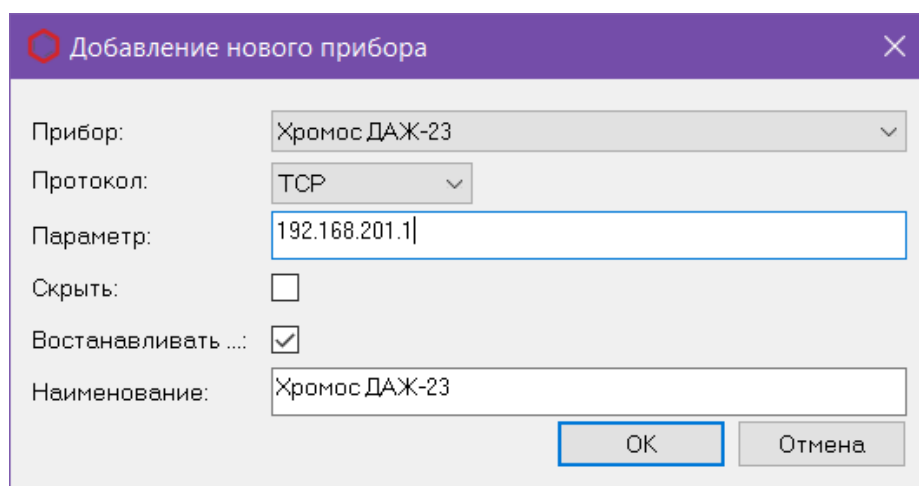

Рис. 22: Окно «Добавление нового прибора»
14. Выберите **Приборы > Подключение... >  Подключить прибор**. Откроется окно *Добавление нового прибора* (Рис. 22).
1. Выберите **Приборы** > **Подключение...** >  **Подключить прибор**. Откроется окно *Добавление нового прибора* (Рис. 22).